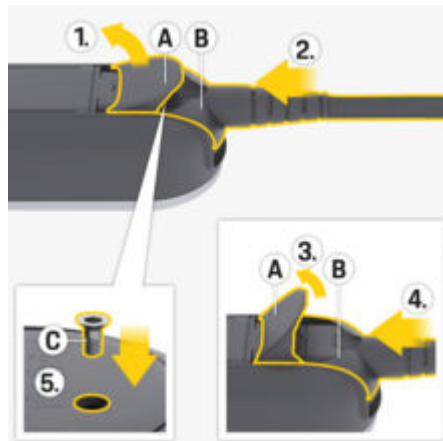

図. 250 電源供給ケーブルとプラグの接続
1. カバーA(図. 250)を約15度を開きます(プラグB(図. 250)がコントロールユニットに取り付けられるまで)。
2. 抵抗を感じる所までプラグB(図. 250)をコントロールユニットに挿入します。
3. カバーA(図. 250)を完全に開きます。
4. プラグB(図. 250)を完全に押し込みます。
5. カバーA(図. 250)を完全に閉じ、スクリューC(図. 250)で固定します。